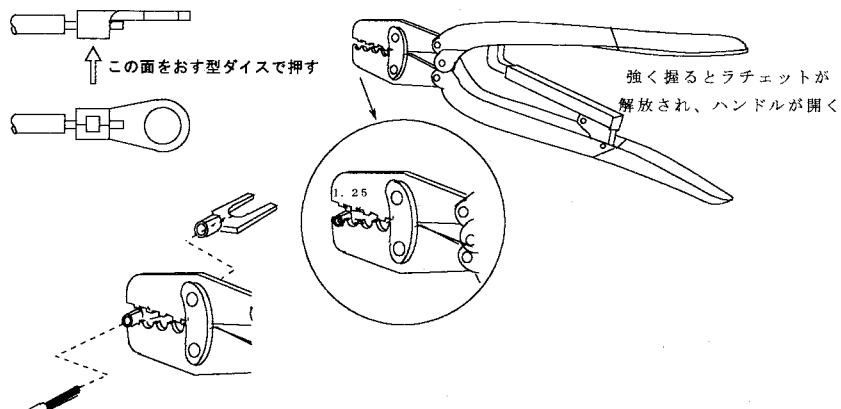

図 5-3 圧着工具と作業
- ① 圧着端子を工具の図 5-3 に示すようにセットし、変形しない程度に軽く保持する。